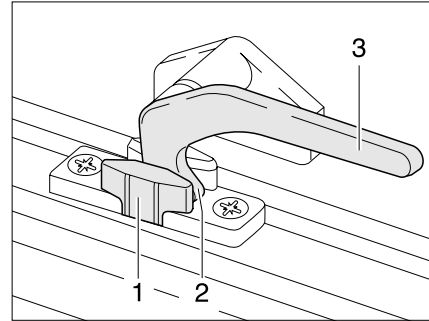

Bild 18 Verriegelungshebel in Stellung „Dauerbelüftung“
- in Stellung „Dauerbelüftung“ (Bild 18)
- ▶ Den Verriegelungshebel (Bild 18,3) eine viertel Umdrehung zur Fenstermitte hin drehen.
- ▶ Den Verriegelungshebel eine viertel Umdrehung zum Fensterrahmen hin drehen. Die Verriegelungsnase (Bild 18,2) dabei in die Aussparung der Fensterverriegelung (Bild 18,1) einfahren.